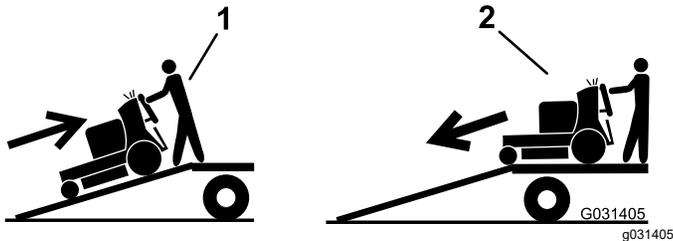

Bild 25
5. Fahren Sie die Maschine rückwärts die Rampe hoch (Bild 25).